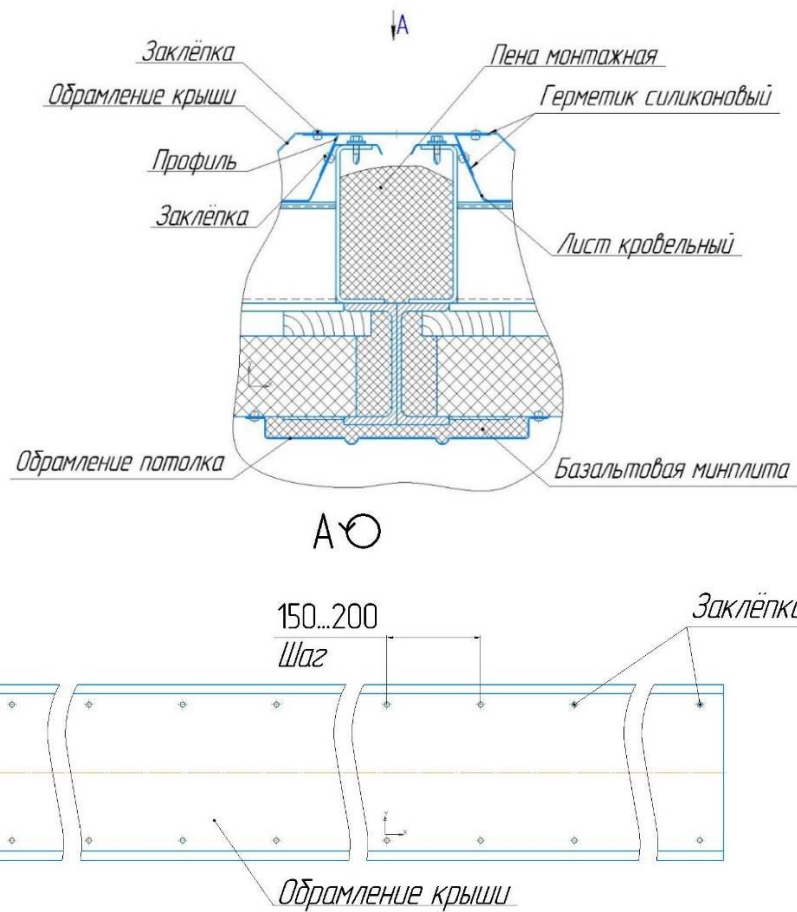

Рисунок 7 - Стыковка поперечно-радиальных крыш
4.2 При стыковке поперечно-радиальных крыш снять с кровельного листа защитную плёнку, установить профиль, на поверхности соприкосновения профиля с кровельным листом крыши нанести силиконовый герметик сплошными жгутами. Крепить профиль к кровельному листу заклёпками (рисунок 7).